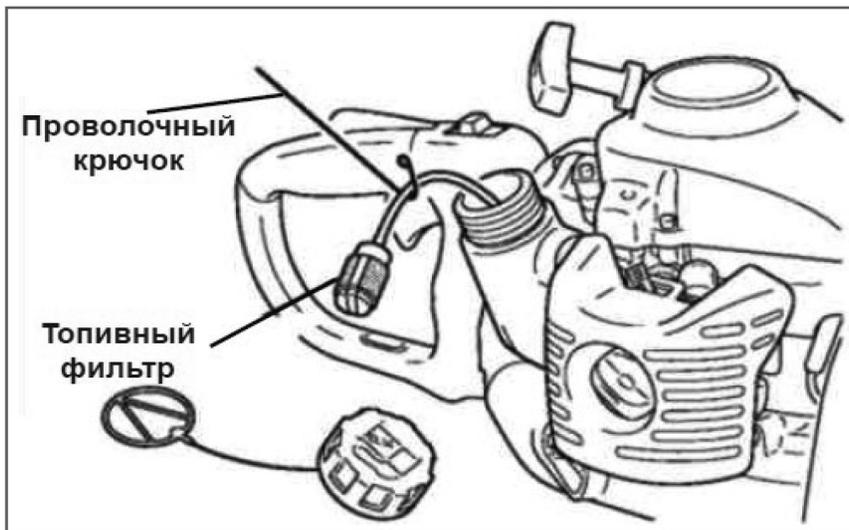

Рис. 8
- Зацепите крючком топливный шланг с фильтром и вытяните через заливную горловину (рис. 8).